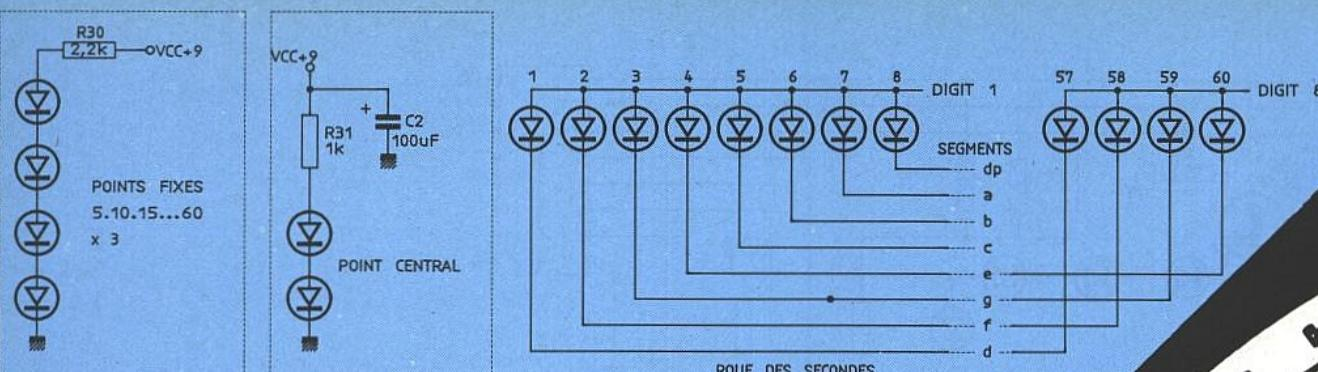

Figure 5
**Figure 5** sont regroupées les leds annexes : les points fixes (0, 5, 10...) répartis en trois groupes de 4, le point central (2 leds) et enfin la roue. Si vous avez lu le dossier technique du 7218, vous savez que ce circuit est capable de piloter 8 afficheurs 7 segments + points décimaux. C'est en faisant le calcul (64 codes) que l'idée de l'exploiter pour la roue nous est venue. L'organisation les leds est à respecter : les sept premières sorties DIGIT sont intégralement utilisées alors que la 8e se suffit des segments d, f, g, e. Nous verrons le mois prochain comment fonctionne très exactement la roue, et chacun comprendra sans aucun problème le chargement de l'EPROM. Ce sera peut être pour certains la première application séquentielle de ce type.